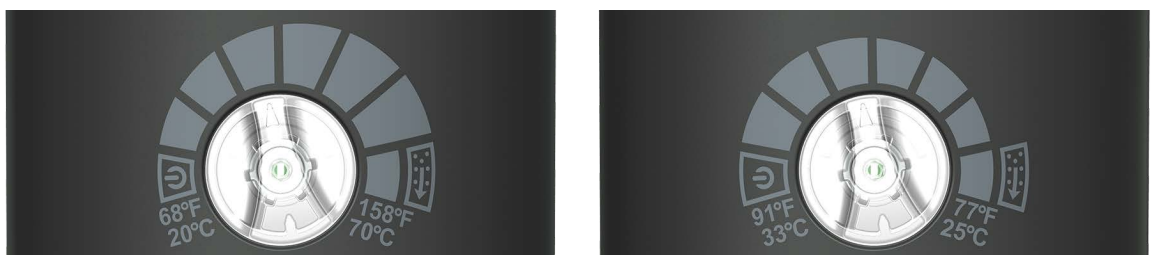

Figure 12
- Température de désactivation réglable (voir **Figure 12**, image de gauche). La température de désactivation souhaitée peut être sélectionnée entre 20-70 °C (68-158 °F) à l'aide du bouton de sélection. La pompe s'arrête lorsqu'elle atteint la température définie (elle passe en mode veille). Lorsque le fluide refroidit à 3 °C (5,4 °F) de moins que la température de désactivation, la pompe redémarre.
- Température de redémarrage réglable (voir **Figure 12**, image de droite). La limite de température prédéfinie en usine est d'environ 36 °C (97 °F) par défaut, lorsque la pompe atteint cette valeur elle s'arrête et passe en mode veille. La température de redémarrage souhaitée peut être sélectionnée entre 33-25 °C (91-77 °F) à l'aide du bouton de sélection. Lorsque le fluide refroidit à la température définie, la pompe redémarre.